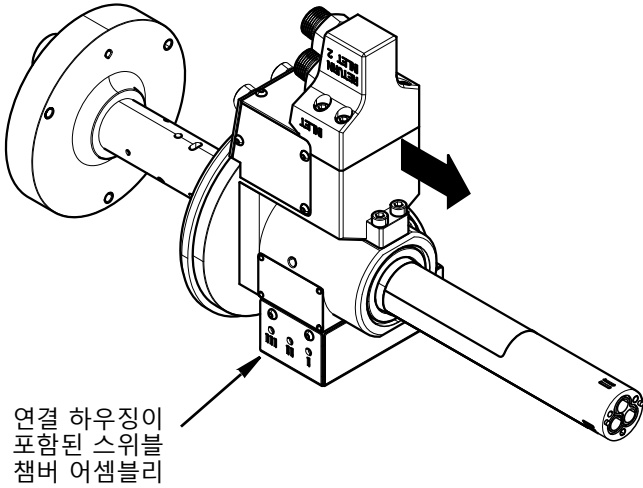

FIG. 17
9. 연결 하우징과 함께 스위블 챔버 어셈블리를 만듭니다 . FIG. 17를 참조하십시오.